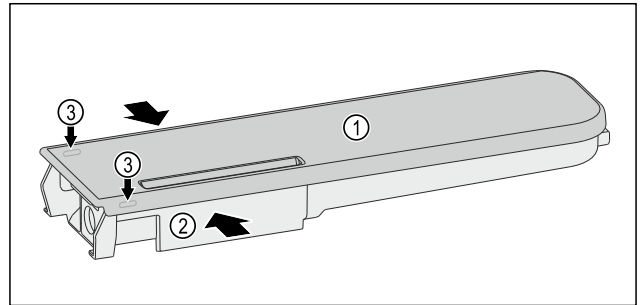

Fig. 132
- Comprimer il serbatoio dell'acqua Fig. 132 (2) e fare leva con attenzione sul coperchio Fig. 132 (1) sollevandolo dai naselli di arresto Fig. 132 (3).
- Spostare leggermente avanti e indietro il coperchio Fig. 132 (1) e rimuoverlo verso l'alto.